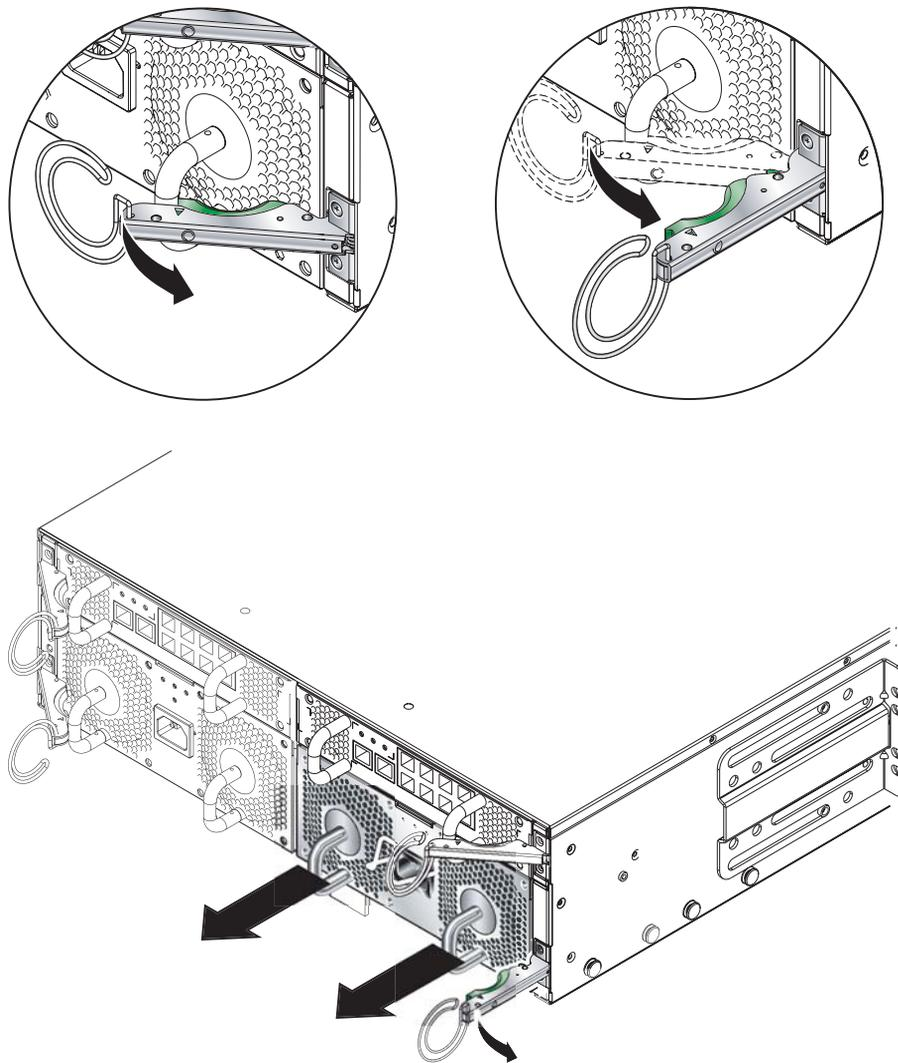

FIGURE 4-7 Levier d'éjection du PSU
1. Serrez le levier vert d'éjection du PSU afin de le déverrouiller, puis tirez-le vers vous pour déconnecter le PSU du châssis (FIGURE 4-7).